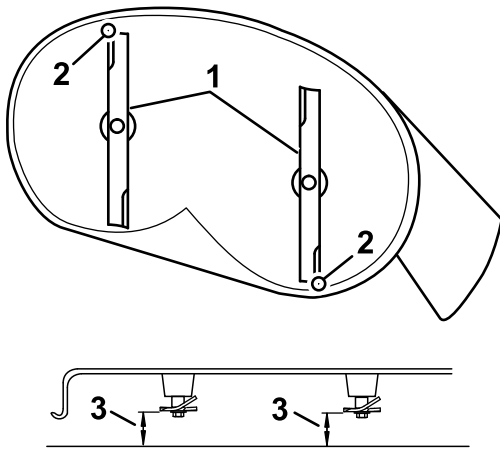

Bild 69
4. Drehen Sie die Messer vorsichtig, sodass sie in Längsrichtung zeigen (Bild 69).
5. Messen Sie zwischen der Messerspitze vorne und hinten und der ebenen Fläche (Bild 69).